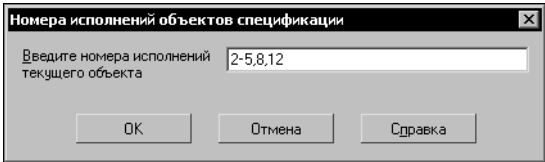

Рис. 6.3. Диалог ввода номеров исполнений
2. В появившемся на экране диалоге введите номера исполнений объекта (рис. 6.3).